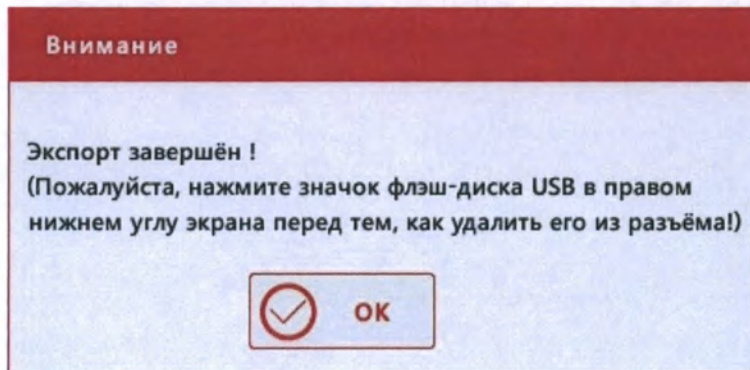

Рис.7.2-11 Информационное окно о завершении экспорта данных КК
- 3) По окончании экспорта программой будет выдано информационное окно с сообщением “Экспорт завершён !” (Рис.7.2-11).